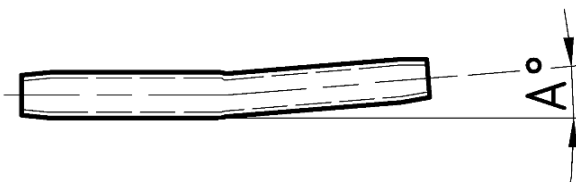

Рисунок 26 – Общий вид нижней выравнивающей пластины.
3.25. Характеристика нижней выравнивающей пластины (см. рис.26):